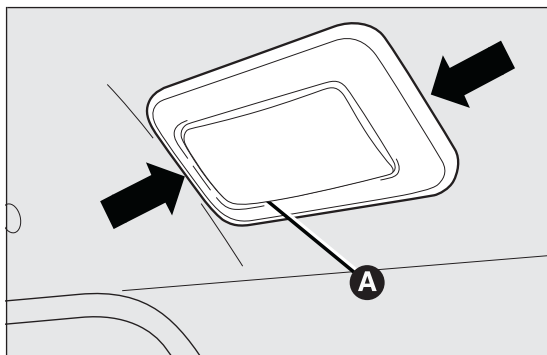

fig. 161
- extraer el plafón A fig. 161 interviniendo en los puntos indicados por las flechas;